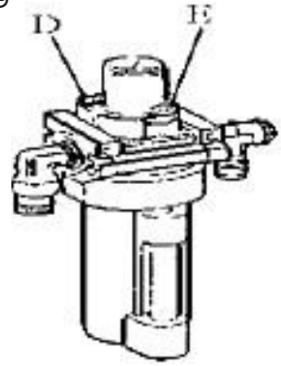

Fig. 19
• Påfølgende vedlikehold må utføres minst en gang i måneden: Kontrollere oljenivået i oljematemaskinen. Fyll på med SAE30 # olje hvis det trengs. Skru ut med sekskantnøkkel (E). Basert på tilkobling av trykkluft, skyv først opp krokkene og trykk på pedalen til monteringsbordet 5-6 ganger. Kontroller deretter om det drypper olje i oljekoppen. For kontinuerlig drift, trykk to ganger hver gang. Slipp ned en oljedråpe. Hvis ikke, juster skruen (D) som kontrollerer at oljen kommer inn (Fig. 19).